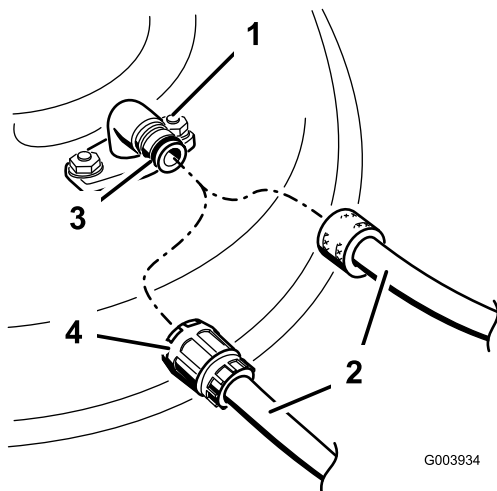

Figure 63
3. Branchez le raccord du tuyau d'arrosage au raccord de lavage de la tondeuse et ouvrez l'eau en grand (Figure 63).